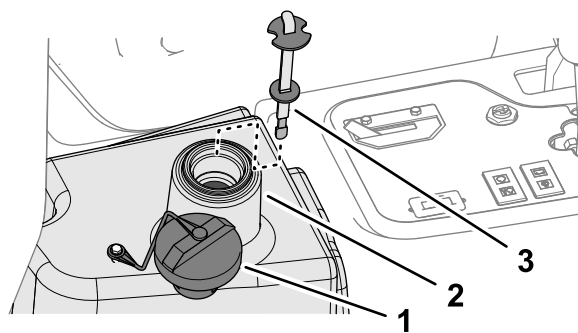

Рисунок 85
4. Залейте в гидравлический бак (Рисунок 85) приблизительно 22,7 литра гидравлической жидкости; см. раздел Характеристики гидравлической жидкости (страница 66).